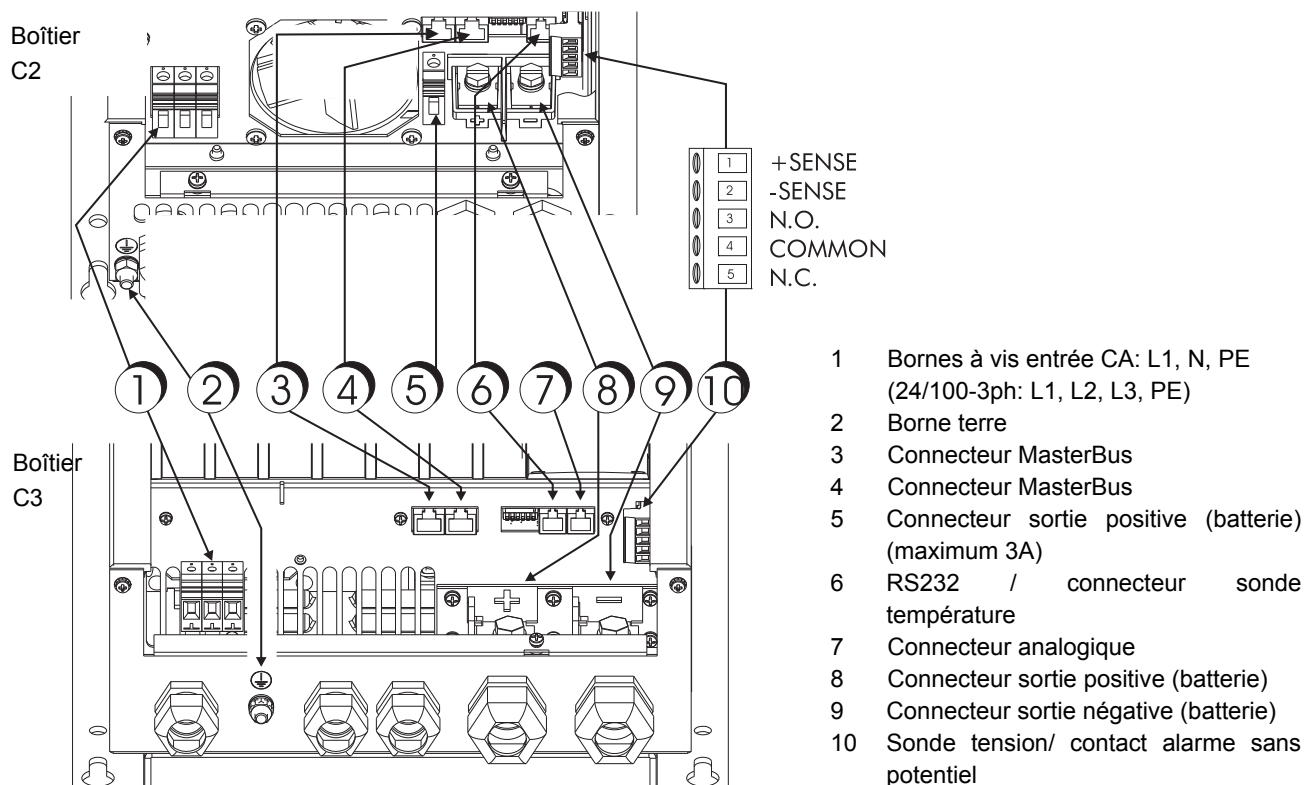

Figure 7: Vue d'ensemble connexions chargeur Mass
- 4 Compensez la chute de tension due au Répartiteur de charge en changeant le paramétrage du commutateur DIP 4 (voir fig. 7).
La sonde de température en série est fournie avec un câble de 6 mètres et un ruban à double face pour une installation facile. Déterminez l'endroit le plus chaud sur le groupe de batteries, puis nettoyez-le et dégraissez-le. Enlevez le morceau de papier du ruban et collez la sonde sur la batterie. Branchez le câble modulaire dans l'une des deux cosse à droite du chargeur (voir fig. 7). Peu importe laquelle, les deux ("RS232" et "analog") conviennent. Il n'est pas nécessaire de raccourcir le câble. Quand vous voulez le raccourcir de toute façon, prenez note de la polarité de la fiche et utilisez l'ancien connecteur comme exemple.
Pour obtenir une réduction substantielle de la durée de charge, vous pouvez compenser l'affaiblissement des câbles de batterie en utilisant la fonction de détection. Utilisez des fils de 0,75 mm2 de préférence rouges et noirs, et protégez-les avec des fusibles de 2A à action retardée. Connectez les fils avec les deux cosse supérieures du connecteur vert sur le côté droit du boîtier (voir fig. 7). Faites très attention à la polarité des fils, rouge sur +S (Détection +) et noir sur -S (Détection -). Connectez ensuite l'autre côté des fils : noir sur le pôle négatif de la batterie et rouge sur le côté batterie du fusible du chargeur.